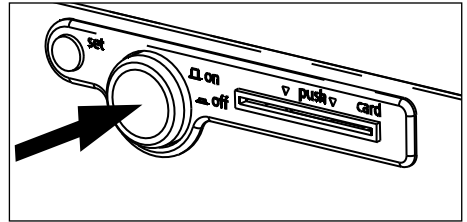

Abb. 22 Brutschrank ausschalten
1. Gerät ausschalten. Dazu den Hauptschalter an der Bedienoberfläche drücken, so dass er im Gerät einrastet (Abb. 22).